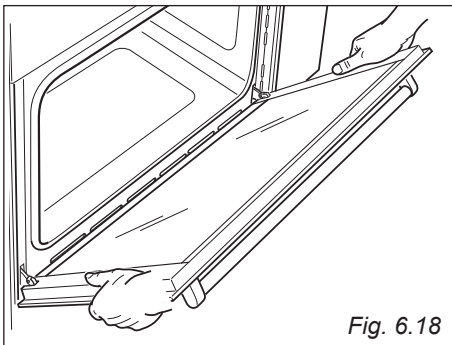

Fig. 6.18
- Impugnare la porta come illustrato in fig. 6.18.